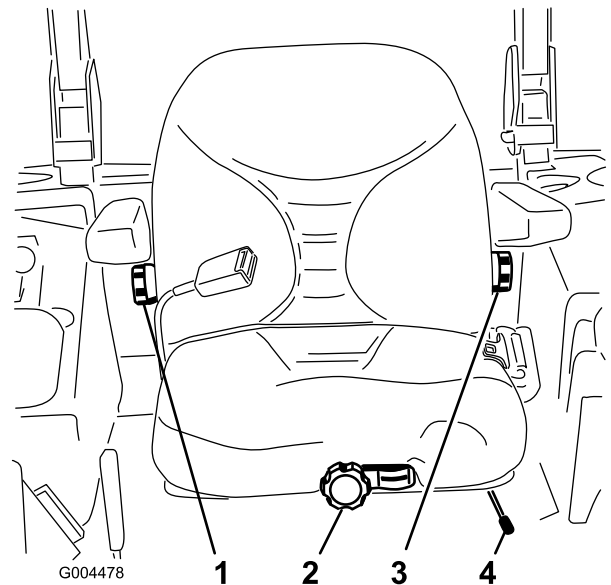

Figura 11
1. Para ajustar el asiento, mueva la palanca lateralmente para desbloquear el asiento (Figura 11).
Sin sentarse en el asiento, gire el pomo situado en la parte delantera en cualquier sentido hasta encontrar la posición más cómoda (Figura 11).
Para ajustar el respaldo del asiento, gire el pomo situado debajo del reposabrazos derecho en cualquier sentido hasta encontrar la posición más cómoda (Figura 11).
Para ajustar el respaldo del asiento, gire el pomo situado debajo del reposabrazos izquierdo en cualquier sentido hasta encontrar la posición más cómoda (Figura 11).